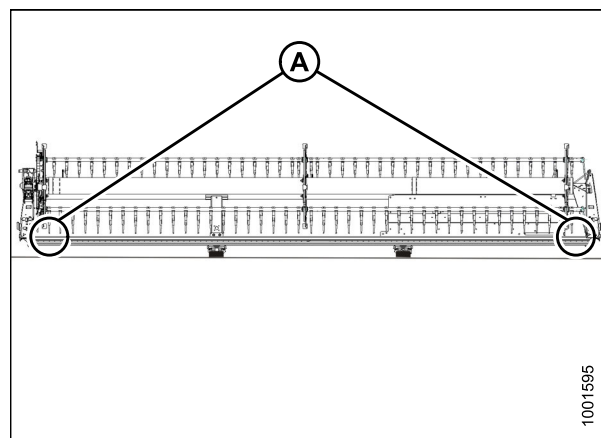

Рисунок 4.262: Расположение точек замера на гибкой жатке FlexDraper® — одинарное мотовило
- Жатки с одинарным мотовилом: Рис. 4.262, страница 445